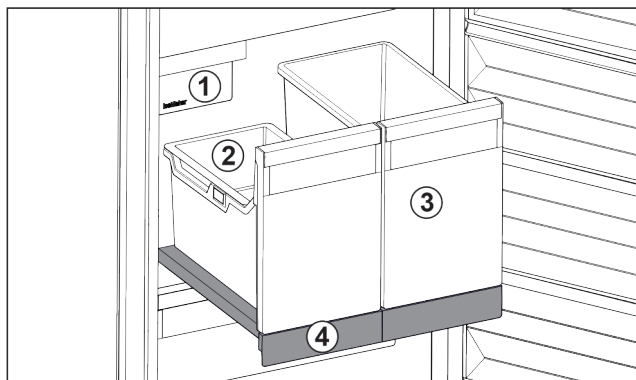

Fig. 99 Uitschuifplateau met IceTower
- (1) IceMaker
- (2) Inhangschalen voor ijsblokjes
- (3) Bakken voor bijv. pizza, alcoholische dranken
- (4) Uitschuifplateau
Op het uitschuifplateau bevinden zich twee hoge bakken (IceMaker). In de bak Fig. 99 (2) worden ijsblokjes uit de IceMaker verzameld en bewaard. Bak Fig. 99 (3) is geschikt voor het bewaren van hoge levensmiddelen zoals pizza's of alcoholische dranken.